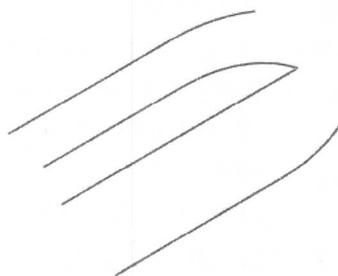

图 1-9
① 选中新建立的曲线，单击菜单【编辑】→【镜像】命令。
② 选择 FRONT 基准面为镜像平面，单击  按钮完成第三条轮廓线的建立，如图 1-9 所示。